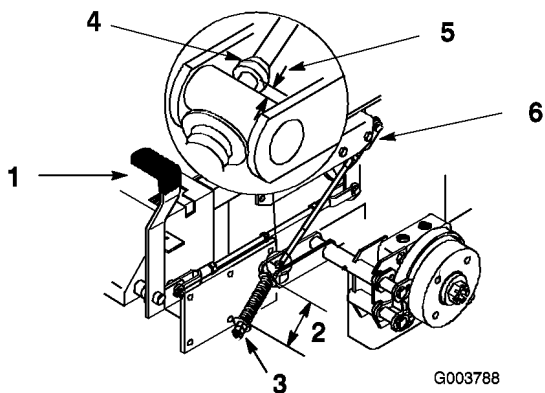

Figure 48
Les rondelles doivent être espacées de 70 mm (Figure 48).
3. Si un réglage est requis, desserrez l'écrou de blocage situé sous le ressort et serrez l'écrou directement au-dessous de la chape (Figure 48). Modifiez le serrage de l'écrou jusqu'à ce que le ressort ait la longueur voulue. Serrez les deux écrous ensemble et répétez la procédure de l'autre côté de la machine.
6. Mesurez la distance entre le galet de tourillon et le collier sur la tige de frein. Elle doit être comprise entre 5 et 7 mm (Figure 48).
7. Si un réglage est requis, desserrez l'écrou de blocage situé juste au-dessous de la chape. Tournez la tige inférieure jusqu'à obtention de l'écart voulu (Figure 48). Serrez l'écrou de blocage à la chape.